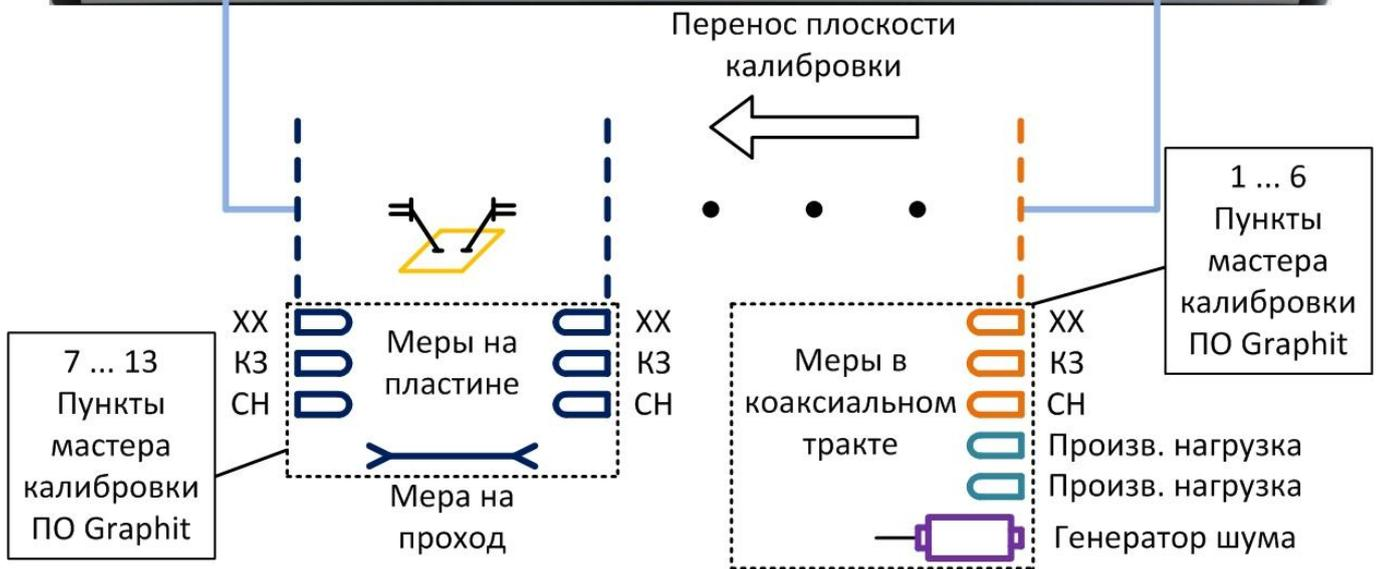

Рис. 13. Схема проведения калибровки на пластине.
2. выбрать в главном меню Калибровка -> Мастер калибровки. В окне «Параметры калибровки» в поле «Тип калибровки» выбрать пункт «Двухпортовая с измерением КШ (порт 2)». В поле «Характеристика ГШ» задать файл, содержащий таблицу значений ENR (Excess Noise Ratio – избыточный коэффициент шума) используемого генератора шума. Фильтр ПЧ определяет время измерения в каждой точке и уровень шума приёмного тракта шумового приёмника. Значение в поле «Усиление тракта» подобрать исходя из соображений, приведенных в пункте «Усиление тракта шумового приемника». Настройка параметров калибровки изображена на рис 12. Первые 6 пунктов, предложенные мастером калибровки (ГШ, произвольные и известные нагрузки), позволяют сформировать плоскость калибровки КШ в коаксиальном тракте (в том сечении, в котором есть возможность подключить ГШ). Оставшиеся пункты мастера калибровки выполняются уже на зондах, с использованием нагрузок на пластине, тем самым формируется плоскость калибровки S-параметров в сечении зондов, и осуществляется перенос плоскости калибровки КШ в сечение зондов (рис. 13).